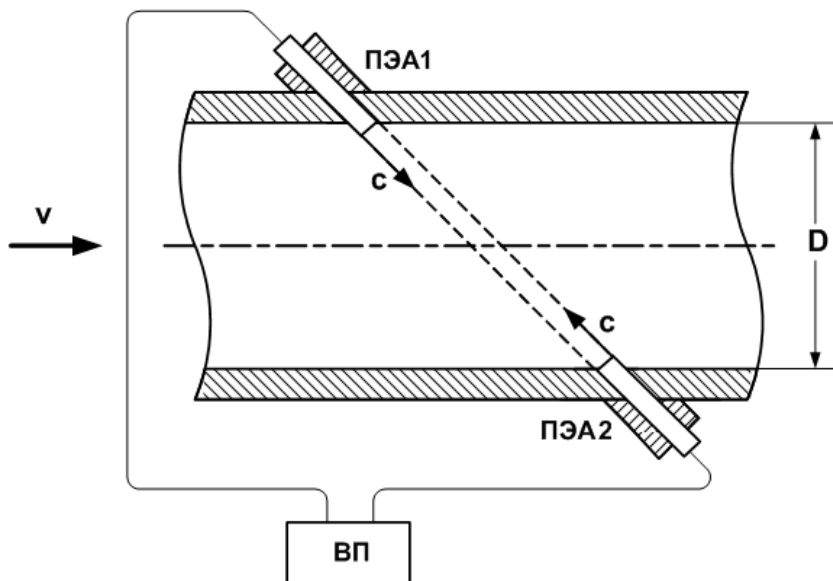

Рис.1. Схема измерительного участка расходомера.
- 1.5.1.2. Электрические зондирующие импульсы, генерируемые вторичным преобразователем (ВП), попеременно подаются на преобразователи ПЭА1 и ПЭА2 (рис.1).